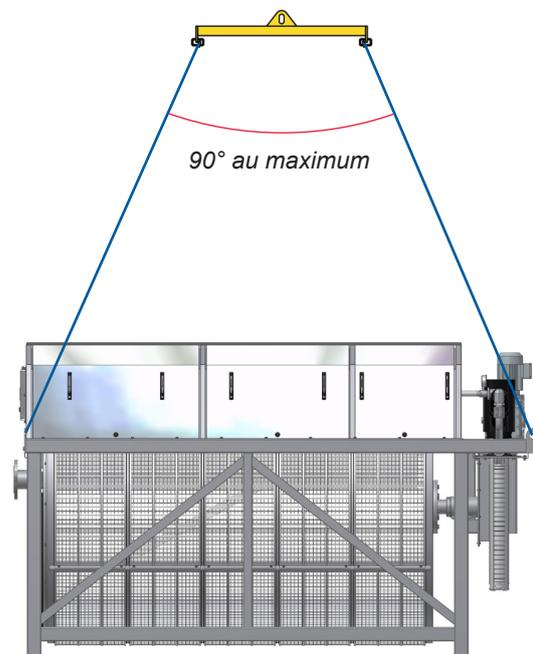

Fig. 3.3 Points de levage de filtre sans réservoir (type 2/3)
- Les filtres sans réservoir (types 2 & 3) déballés peuvent être soulevés à l'aide d'une grue ou d'un pont roulant doté de sangles. Les sangles devront être placées comme l'indique la Fig. 3.3.